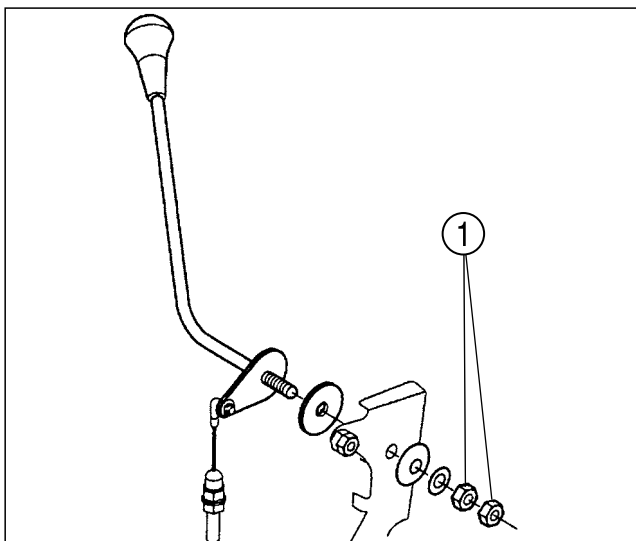

FIG. 5-31
FIG. 5-31 : Le levier d’accélérateur devrait rester dans la position sélectionnée par l’opérateur. Du fait de l’utilisation normale, le frottement du levier peut diminuer, laissant le levier quitter la position sélectionnée. Tournez l’écrou de réglage (1), suivant les besoins pour retenir le levier d’accélérateur dans la position sélectionnée.